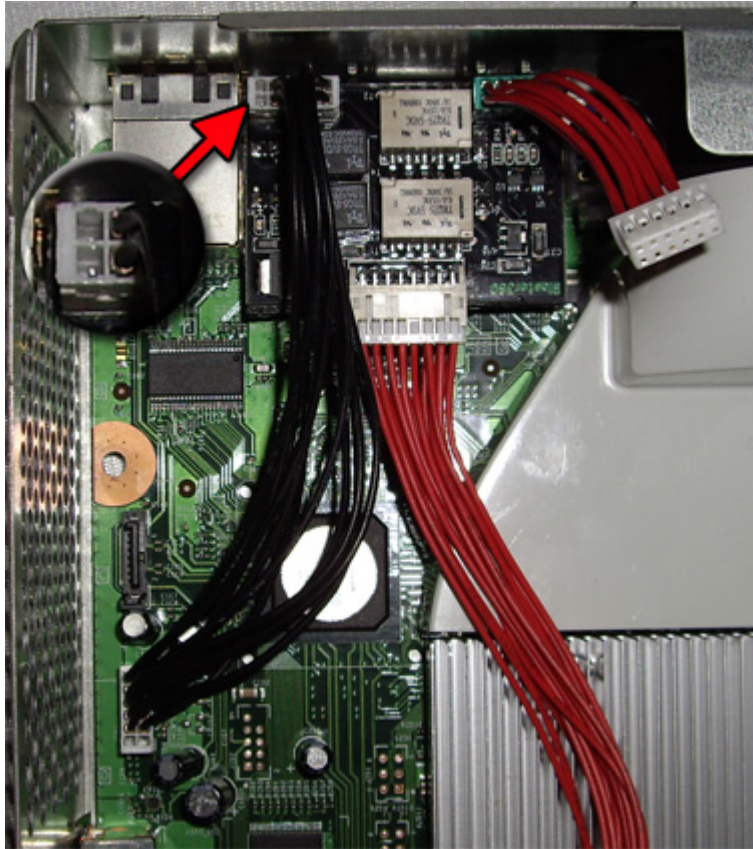

Imagen 2E
6. Conectamos el DVD power cable a la PCU como se muestra en la imagen 2E asegurándonos otra vez que las conexiones son correctas.